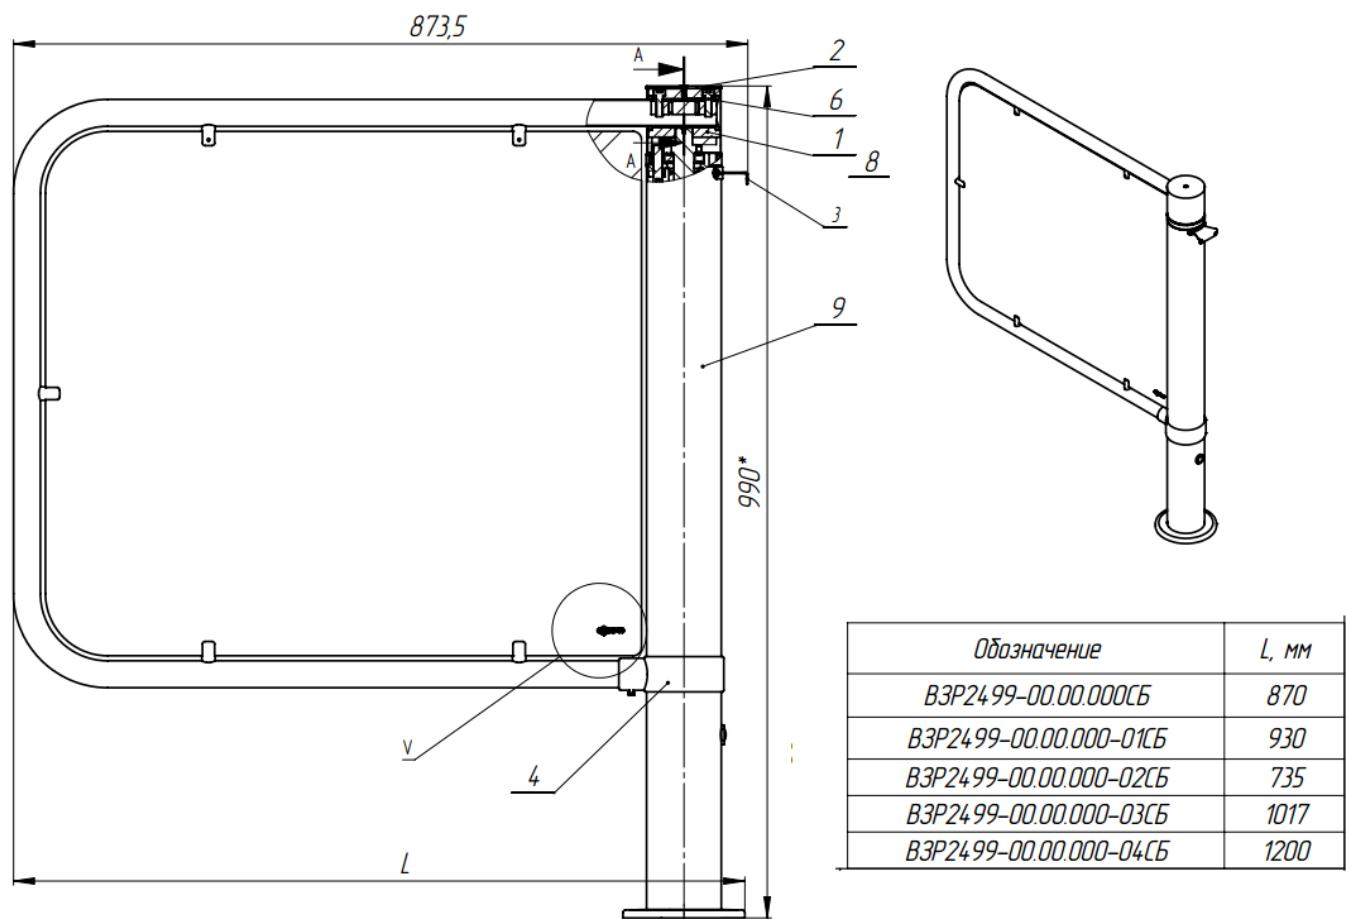

Рисунок 1 – Габаритные размеры калитки со створкой из оргстекла.
1. Со створкой из нержавеющей трубы и вставкой из оргстекла, габаритные размеры и варианты размеров створок приведены на Рисунок 1 –